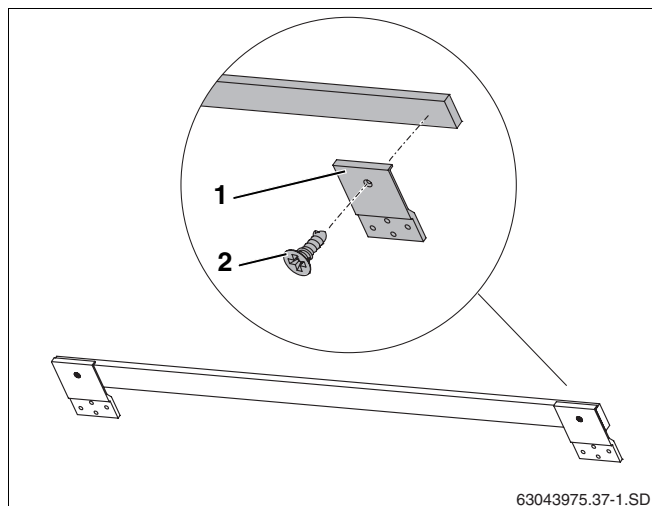

Fig. 10 Premontaggio delle sicurezze antiscivolamento alle assi di legno
Per il montaggio orizzontale è necessario fissare 3 sicurezze anti scivolamento (fig. 10, **pos. 1**) ad un'asse di legno (2 esterne, 1 centrale).
- Fissare ad ogni asse di legno, alle estremità, due sicurezze anti scivolamento (fig. 10, **pos. 1**) servendosi di viti 4x10 (fig. 10, **pos. 2**).